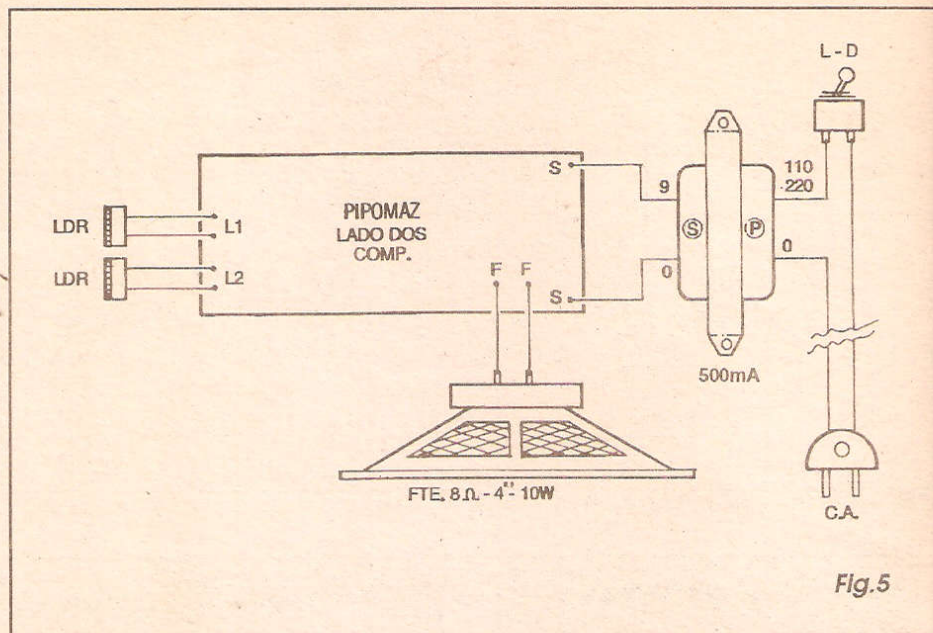

Fig.5
- **FIG. 5 - CONEXÕES EXTERNAS À PLACA** - O circuito impresso é ainda visto pela sua face não cobreada, enfatizando-se agora as ligações externas... Os dois LDRs devem ter seus terminais (não polarizados...) ligados aos conjuntos de ilhas/furos marcados com **L1** e **L2**... Os terminais do alto-falante vão (através de pedaços de fio isolado, no conveniente comprimento...) aos pontos **F-F**. Finalmente, os dois fios aproveitados do *secundário* do trafo (correspondentes aos terminais de 0V e 9V, conforme já visto...), vão aos pontos **S-S**... Observar também as conexões do *primário* (P) do transformador ao interruptor geral e respectivo *rabicho* (em dúvida, consultar a figura 4-A...). Notar ainda que os dois LDRs, muito provavelmente deverão também ser conectados à placa através de pares de fios finos, de modo a mais confortavelmente organizar seu posicionamento nos respectivos tubos, conforme mostrarão as próximas figuras...